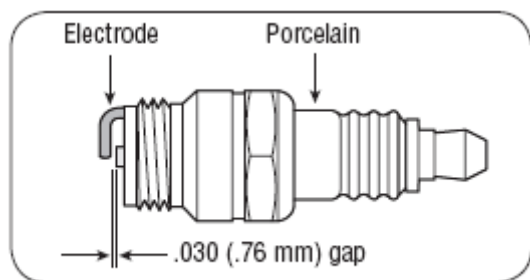

Figure 11
- Снимите и осмотрите свечу зажигания. Проверьте зазор и убедитесь, что он составляет 0,03 дюйма (смотри рисунок 11).